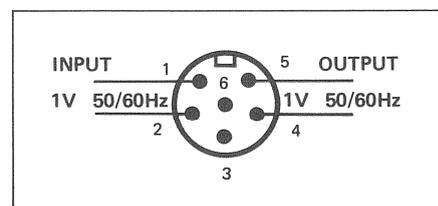

Fig. 6.9.6
6. Maschine einschalten. Am Pilottonverstärker-Eingang 1V/50 Hz einspeisen (Fig. 6.9.6). NF-Voltmeter am Audiokanal-Ausgang anschliessen.
6. Switch on machine. Apply 1V/50 Hz to input of pilot tone amplifier (fig. 6.9.6). Connect AF voltmeter to audio channel output.
6. Mettez l'appareil sous tension. Appliquez 1V/50 Hz à l'entrée de l'amplificateur de signal pilote (fig. 6.9.6). Connectez un voltmètre BF à la sortie du canal audio.
1. Am Pilottonverstärker-Eingang 1V/50Hz einspeisen. NF-Voltmeter am Audiokanal-Ausgang anschliessen (Fig. 6.9.6).
1. Apply 1V/50Hz to pilot tone amplifier input. Connect AF voltmeter to audio channel output fig. 6.9.6
1. Appliquez 1V/50Hz à l'entrée de l'amplificateur du signal pilote. Connectez le voltmètre BF à la sortie du canal audio (fig. 6.9.6).
2. Maschine einschalten. Am Pilottonverstärker-Eingang 1 V/50 Hz einspeisen. NF-Voltmeter am Pilottonverstärker-Ausgang anschliessen (Fig. 6.9.6).
2. Switch on machine. Apply 1V/50 Hz to input of pilot tone amplifier. Connect AF voltmeter to output of pilot tone amplifier (fig. 6.9.6)
2. Mettez l'appareil sous tension. Appliquez 1V/50 Hz à l'entrée de l'amplificateur de signal pilote. Raccordez le voltmètre BF à la sortie de l'amplificateur de signal pilote (fig. 6.9.6).
2. Maschine einschalten. Am Pilottonverstärker-Eingang 1V/50 Hz einspeisen (Fig. 6.9.6)